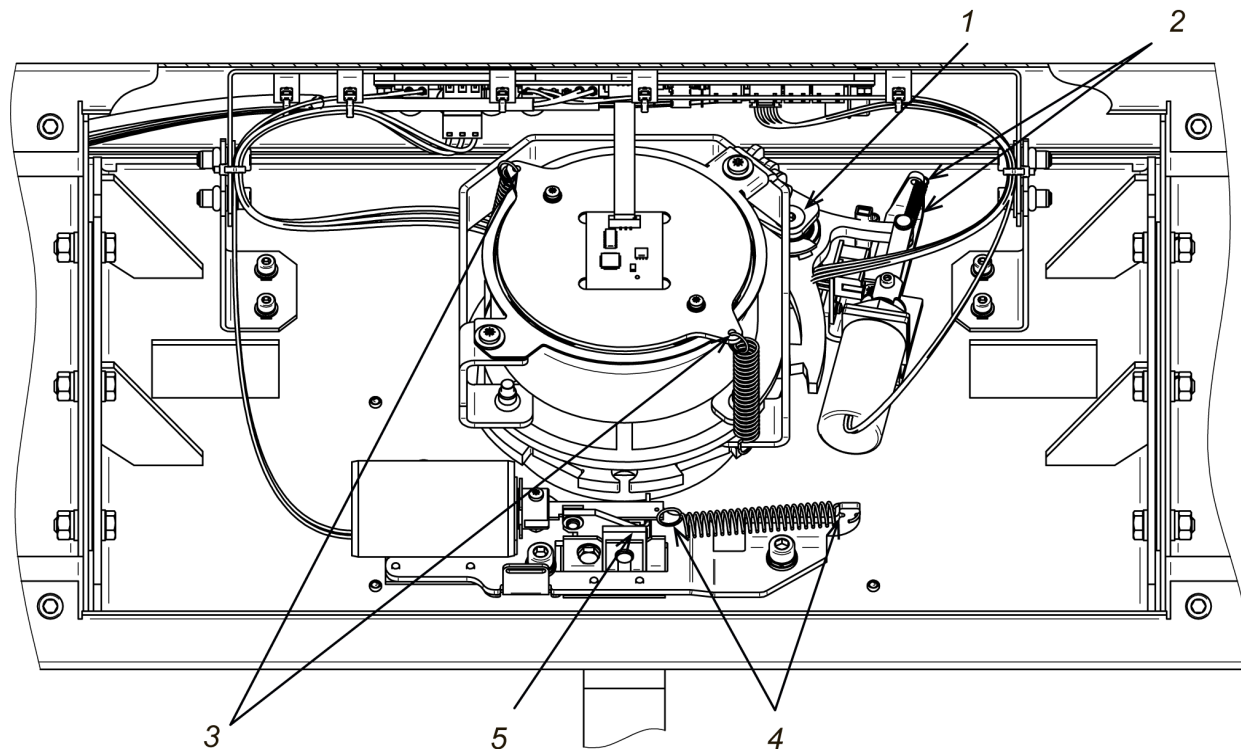

Рисунок 22. Узел вращения преграждающих планок турникета
- ось вращения рычага стопора (точка **1** на рис. 22) – смазкой **Chain and Rope Lube Spray – WEICON** или другой с аналогичными свойствами;
- места крепления пружин (точки **2, 3, 4** на рис. 22) – молибденовой смазкой;
- детали механизма аварийного открытия прохода (автоматического опускания преграждающей планки «Антипаника», точка **5** на рис. 22) – смазкой **Chain and Rope Lube Spray - WEICON** или другой с аналогичными свойствами.